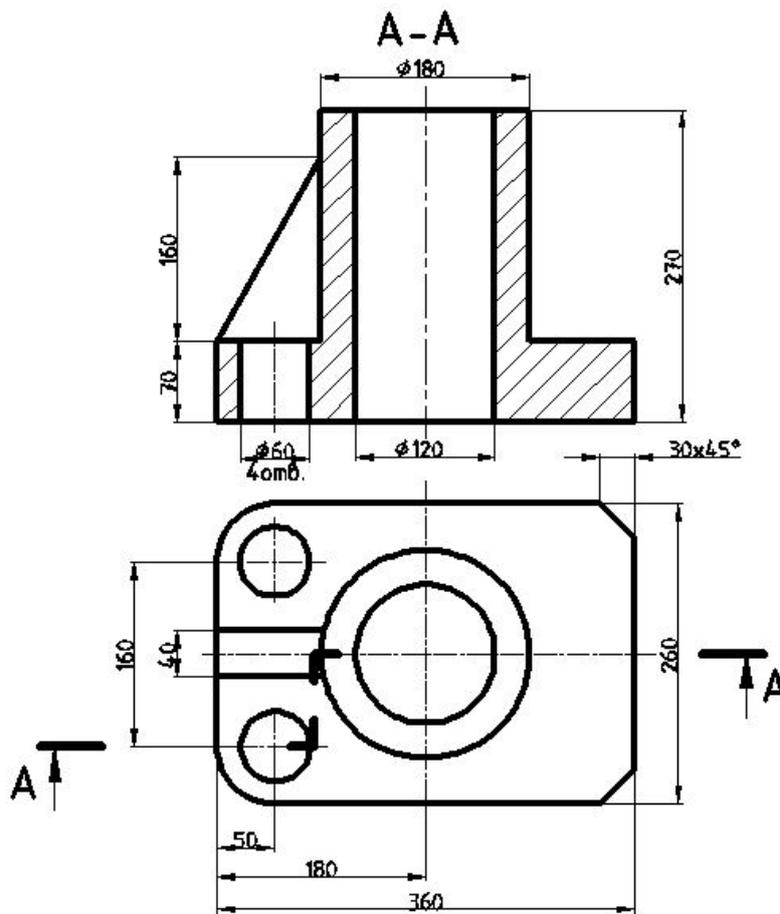

Рис. 5.5. Чертеж комбинированного тела
2. Ознакомиться с чертежом комбинированного тела (рис. 5.5).